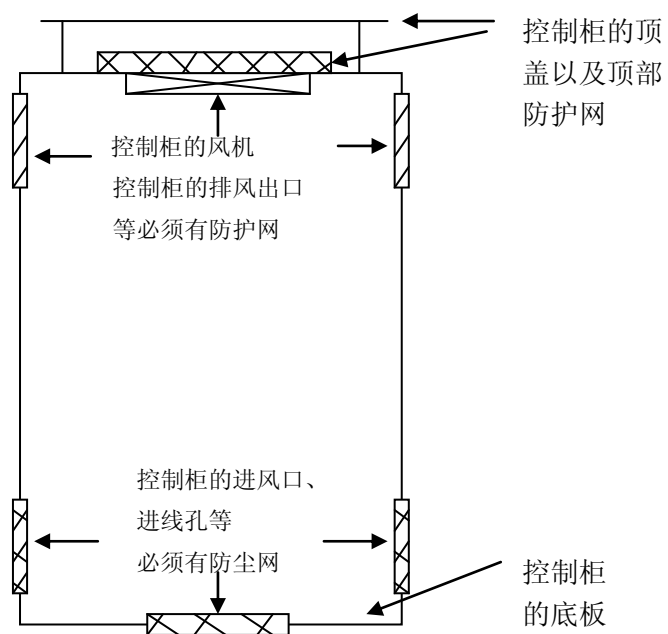

图 2.4 控制柜的通风、防尘、维护安装要求
- 请安装在浮游物不能侵入的全封闭柜内使用，全封闭柜建议按照如图2.4所示进行设计。